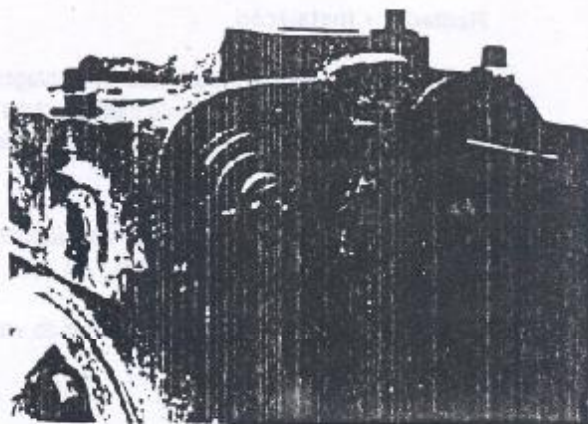

Figura 1.21.7 - Posicionamento da válvula termostática.
1. Posicionar a válvula termostática em seu alojamento no coletor central de admissão (Figura 1.21.7).